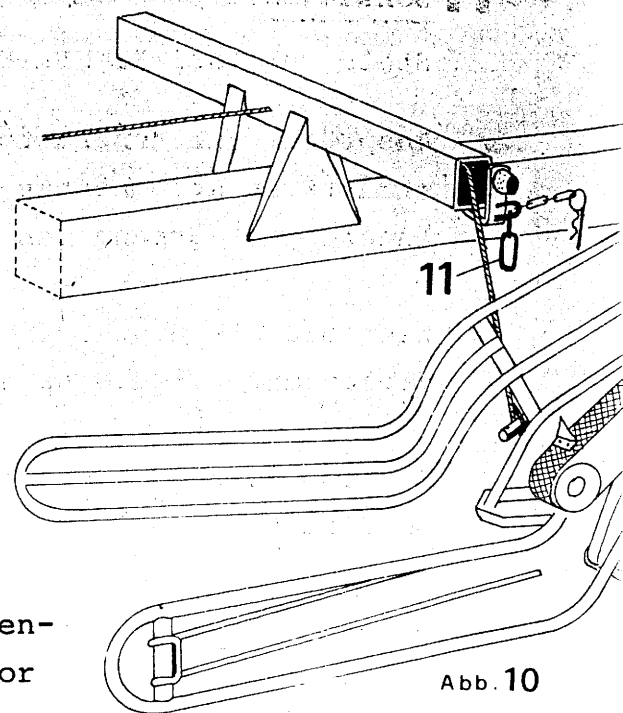

Abb. 10
1. Bei allen Fahrten, besonders aber im öffentlichen Straßenverkehr, ist die Straßenfahrtsicherung 11 Abb. 10 einzuhaken. Da das Aufnahmegerät beim Herablassen auch noch seidl. ausschwenkt, kann ein ungewolltes Herablassen zu einer Verkehrsgefährdung führen.